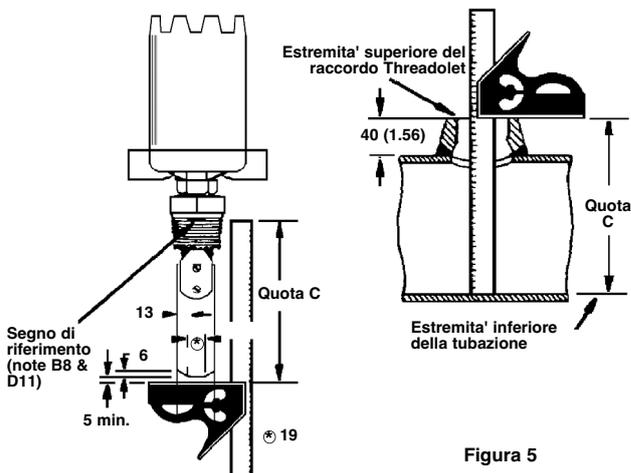

Figura 5
**Linea di 2,50"** – Utilizzare la paletta piccola tagliando la paletta grossa ad una larghezza di 38 mm (identica alla paletta piccola) e ad una lunghezza conforme alla quota C meno 5 mm (come illustrato nella Figura 5).
**Linea di 3,00"** e oltre – Utilizzare la paletta piccola tagliando la paletta grossa ad una lunghezza conforme alla quota C meno 5 mm (come illustrato nella Figura 5). Dopo avere effettuato l'assemblaggio finale delle palette tagliate, serrare a fondo le due viti (n. rif. 27, pag. 7). Si consiglia di martellare a penna l'estremità filettata della vite di tenuta inferiore.